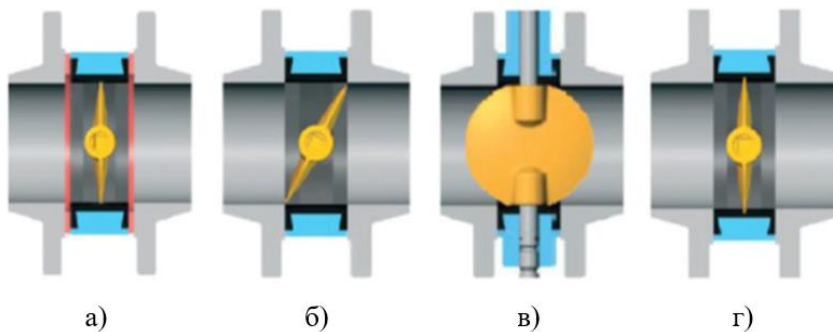

Рисунок 3.106. Процедура установки затвора
Не допускается применение дополнительных прокладок и любых герметизирующих материалов (герметиков) между затвором и ответными фланцами трубопровода, рис. 3.106а).
Диск должен быть приоткрыт, не выходя за корпус затвора, рис. 3.106 б).
- ▶ Выполнить пробное открытие-закрытие затвора рис.3.106 в).
В случае монтажа затвора с диском в закрытом положении, седловое уплотнение затвора (манжета) деформируется, и дальнейшее открытие диска будет невозможным, рис. 3.106 г).